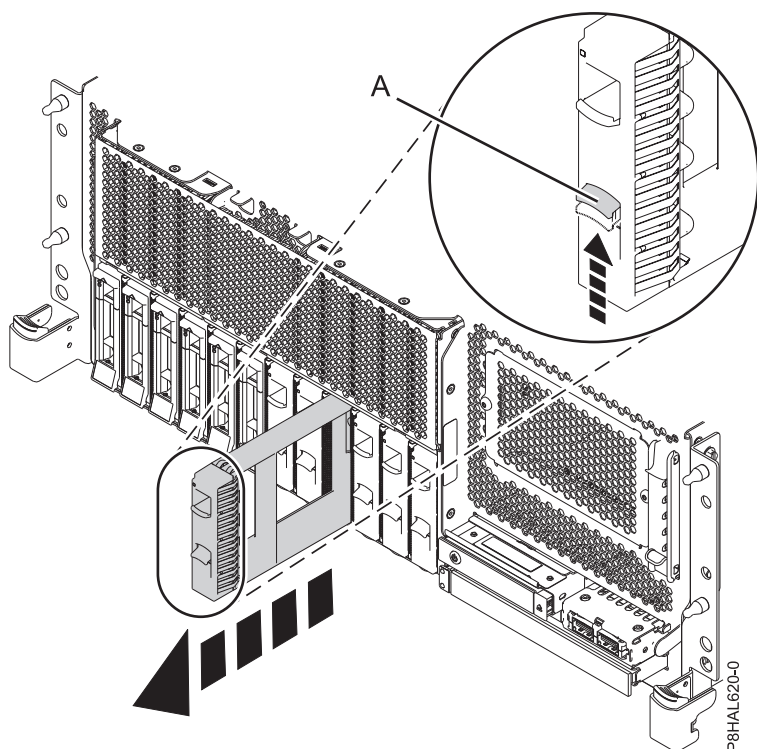

Figura 33. Remover um enchimento de uma unidade de disco num sistema de função base montado em bastidor
- a. Empurre o trinco (A) na pega do enchimento na direcção demonstrada em Figura 33 na página 40.